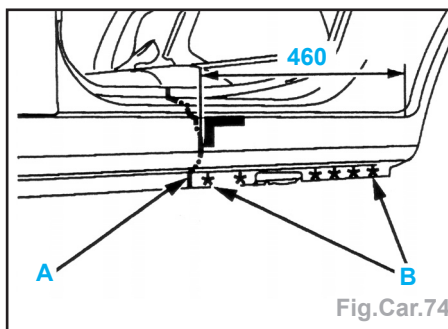

Fig.Car.74
- Tracer, puis découper à l'aide d'une meule épaisseur 1 mm suivant A (coupe provisoire) (Fig.Car.74).